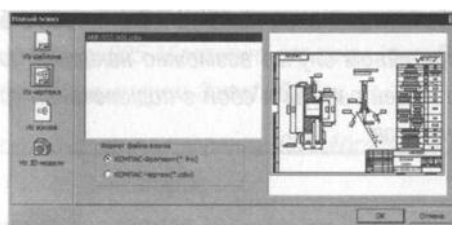

Рисунок 56
11. В открывшемся окне **Новый эскиз** установите курсор на названии чертежа. Для упрощения выбора окно в правой части показывает содержимое чертежей (рис. 56). Внизу можно выбрать формат эскиза - это может быть фрагмент с расширением *.frw или чертеж с расширением *.cdw. Оставьте формат фрагмента по умолчанию и нажмите кнопку **ОК**.